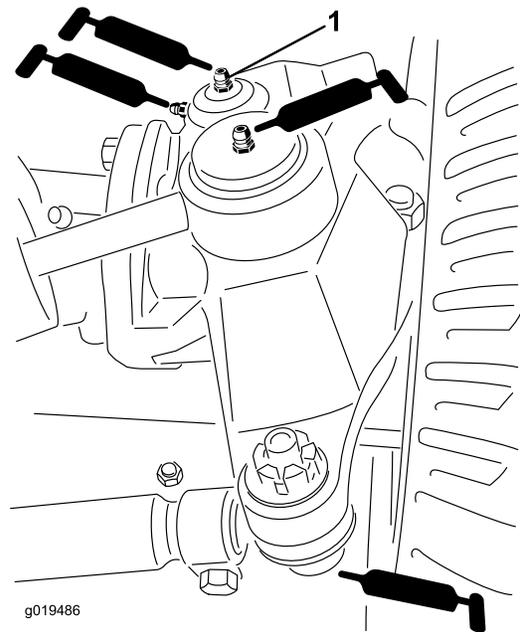

Figura 42
- Tirante del eje trasero (2) (Figura 42).
- Articulaciones esféricas del cilindro de dirección (2) (Figura 42).
- Casquillos del pivote de dirección (2) (Figura 42). **El punto de engrase superior del pivote de dirección debe lubricarse solamente cada año (2 aplicaciones).**